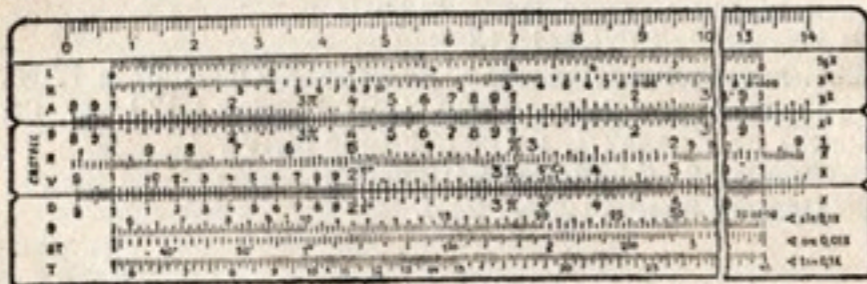

Рис. 9. Лицевая сторона нормальной логарифмической линейки KASTELL
**Линейка «Кастелл».** На такой линейке (рис. 9) можно получать результаты с тремя-двумя значащими
цифрами с погрешностью, не превышающей половины единицы последнего знака. Шкалы нанесены только на лицевых сторонах корпуса и движка. Они имеют такое же значение, как и аналогичные шкалы нормальной линейки длиной 25 см (см. рис. 4). Три нижние шкалы S, ST и T на такой линейке (рис. 9) заменяют собой соответствующие шкалы, нанесенные на обратной сто-